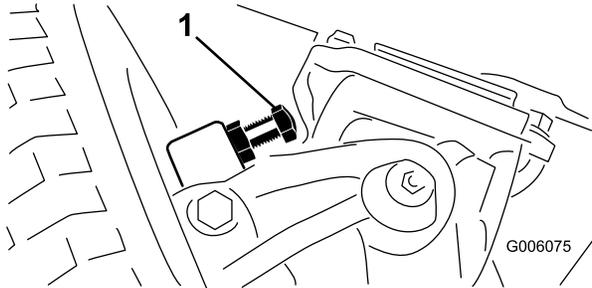

Figura 60
1. Avvitare i bulloni fuori o dentro fino a ottenere la distanza di 2,3 mm (Figura 60).